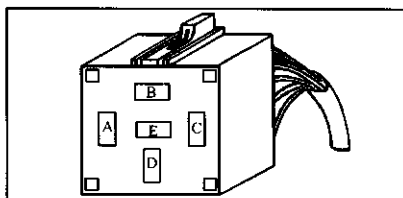

图 7-1-80 控制继电器接头视图
2. 接头视图:控制继电器接头形状,见图 7-1-80;接头各引脚的功能,见表 7-1-22。